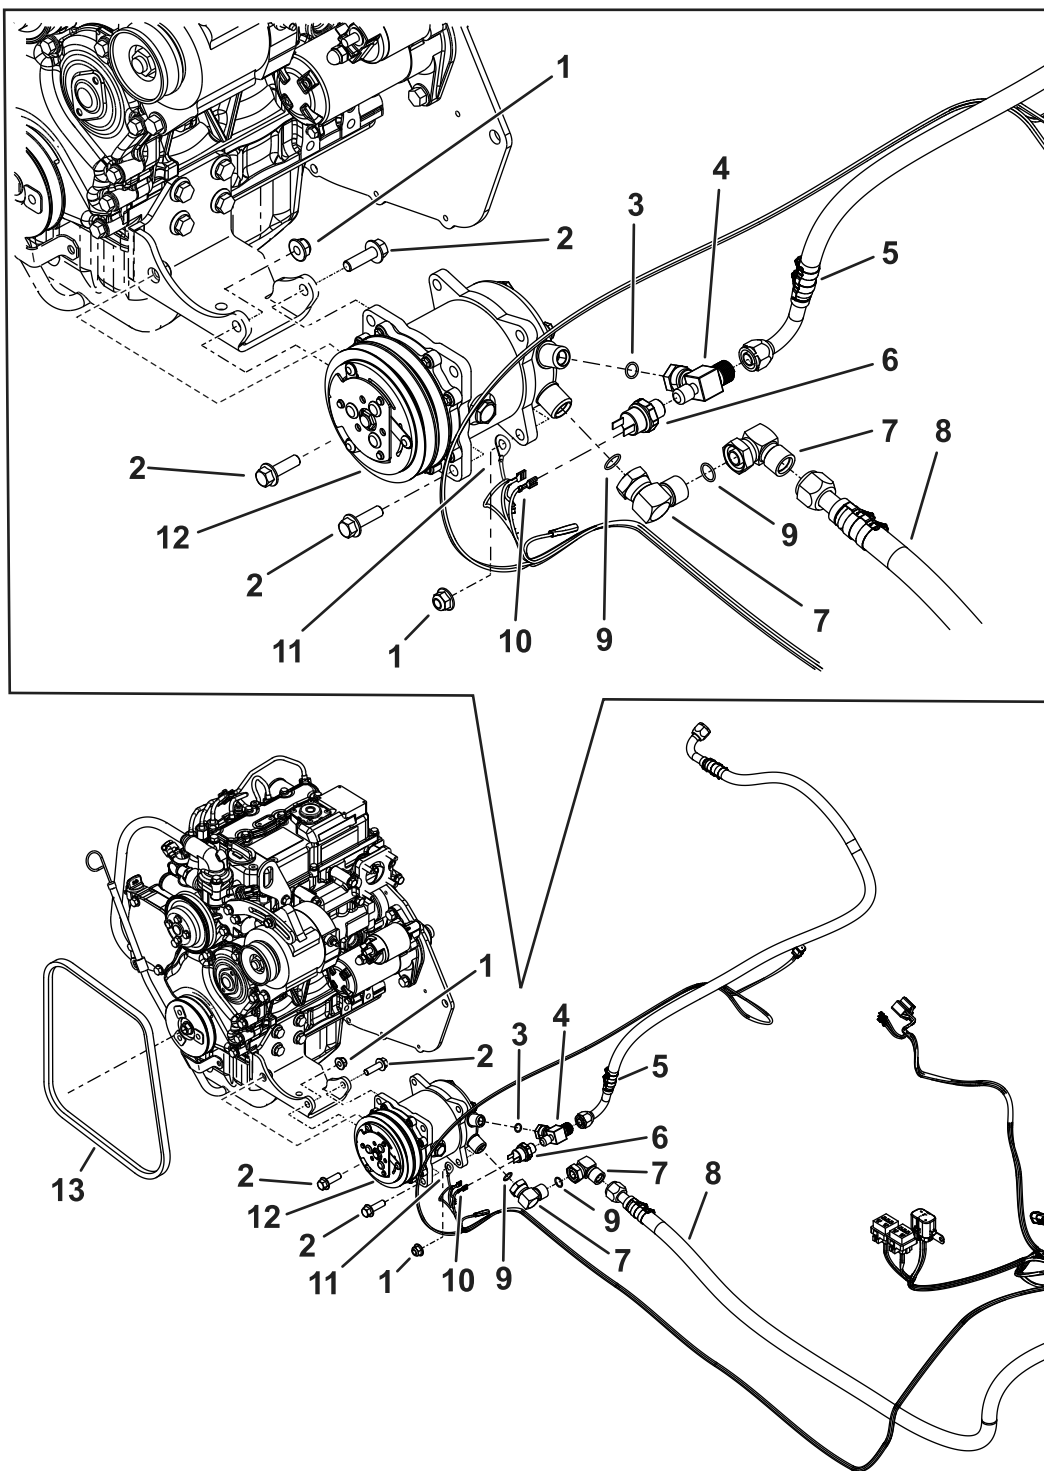
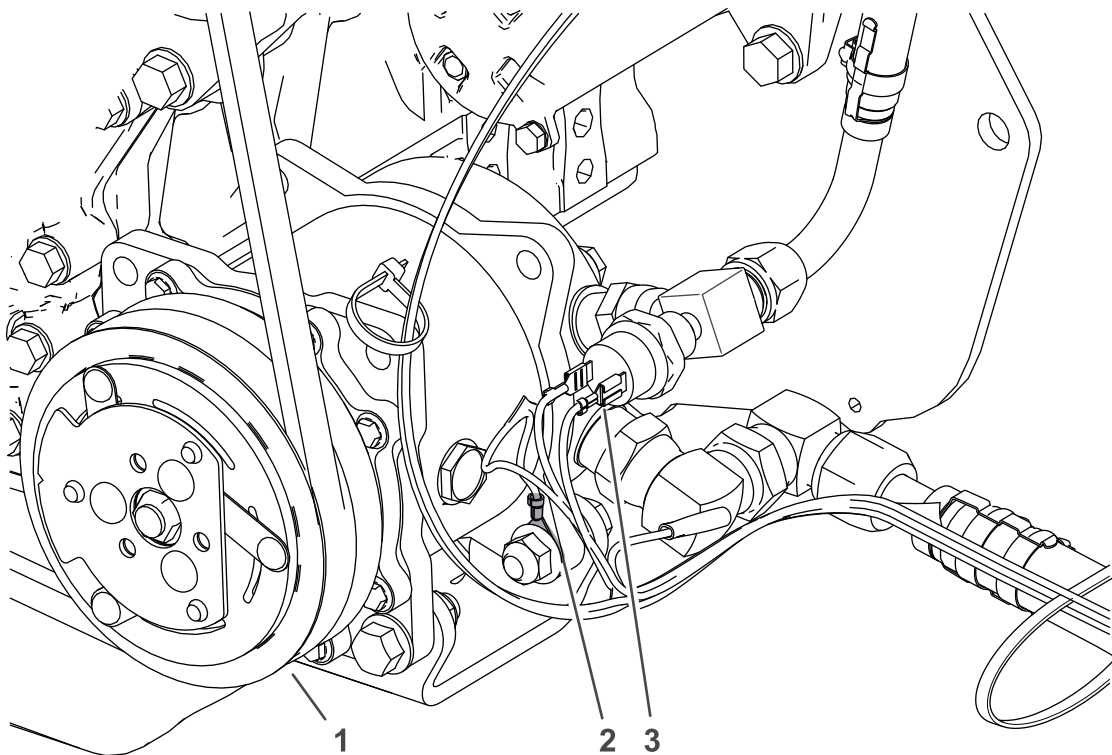

Figura 39
Figura 40
2. Installate i raccordi, gli o-ring e i gomiti sul compressore come illustrato nella Figura 39.
3. Montate i flessibili del compressore sui raccordi come illustrato nella Figura 39.
4. Installate il compressore sul supporto del motore con il terminale ad anello di terra del cablaggio, i 3 bulloni a testa flangiata ($\frac{3}{8}$ " x $1\frac{1}{4}$ ") e i 2 dadi di bloccaggio ($\frac{3}{8}$ "); fate riferimento alla Figura 39 e alla Figura 40. Serrate i bulloni a 40,7 N·m.
5. Installate la cinghia sul compressore, sulle pulegge tendicinghia, sul motore e sull'alternatore (Figura 39).